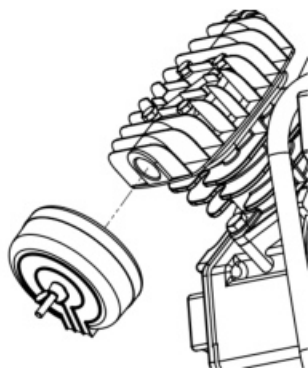

Рис. 7. Установка воздушных фильтров для моделей BCD-50-400, BCD-100-400
5. Установить воздушные фильтры (для моделей BCD-50-400, BCD-100-400) рисунок 7.